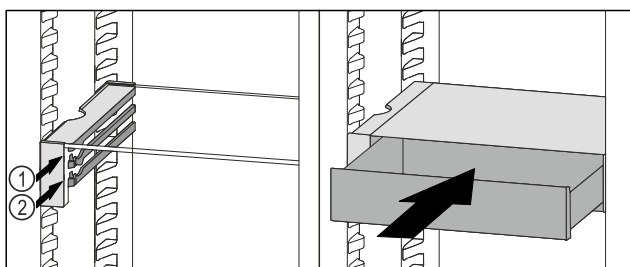

Fig. 105
- Coloque el cajón VarioSafe en la nervadura deseada Fig. 105 (1) o Fig. 105 (2) detrás de los topes.